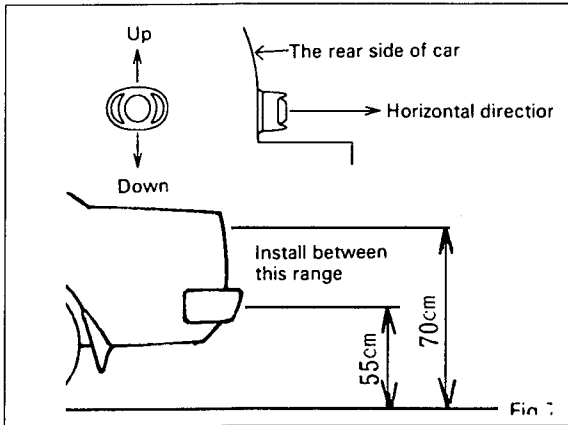

Fig. 7
- ① 把双面胶贴在传感器上，套上黑色橡胶圈，涂上双组份胶，A,B胶按1:1混合调均，涂布于传感器中央，用量应使胶面高于双面胶纸，然后再贴在汽车尾部，将安装位擦洗干净，去掉油水，油污。
- 传感器安装位不宜太低或太高，安装在离地55cm-70cm范围内为宜。如图7所示，探头贴面应保持垂直，向上或向下会影响使用效果，探头之间的距离最好为0.5-0.8cm。